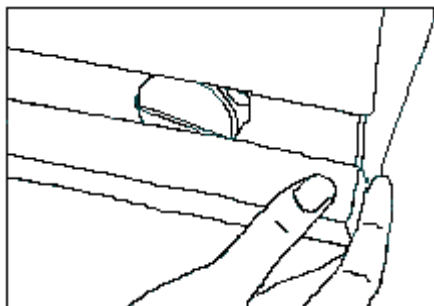

Fig. 12
- ? Retirez la plinthe en la poussant manuellement vers le haut à l'aide des griffes, puis en la tirant vers vous (Fig. 12).